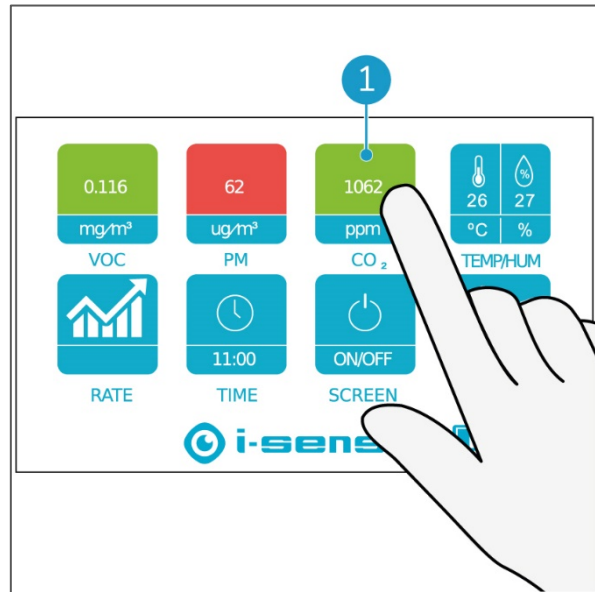

Figura 14
1. Toque no botão CO₂ (Figura 14, pos. 1) com o dedo.